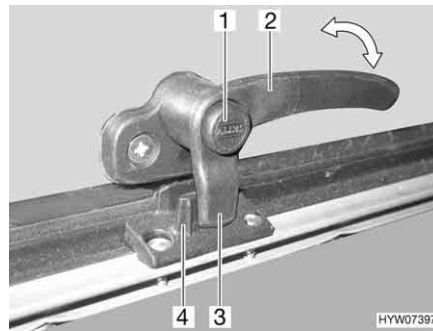
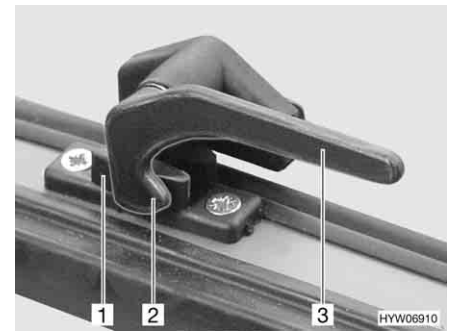

Fig. 93 Leva di serraggio con bottone di sicurezza in posizione "Chiuso"
Fig. 94 Leva di serraggio in posizione "Chiuso"
- Se presente, premere e tenere premuto il bottone di sicurezza (Fig. 93,1).
- Ruotare la leva di serraggio (Fig. 93,2 o Fig. 94,3) di un quarto di giro verso il centro della finestra.
- Ruotare la leva di serraggio (Fig. 93,2 o Fig. 94,3) di un quarto di giro verso il telaio della finestra. Il nasello di chiusura (Fig. 93,3 o Fig. 94,2) della leva di serraggio si trova completamente sul lato interno della chiusura della finestra (Fig. 93,4 o Fig. 94,1).
- In posizione "Completamente chiusa" (Fig. 93 e Fig. 94)